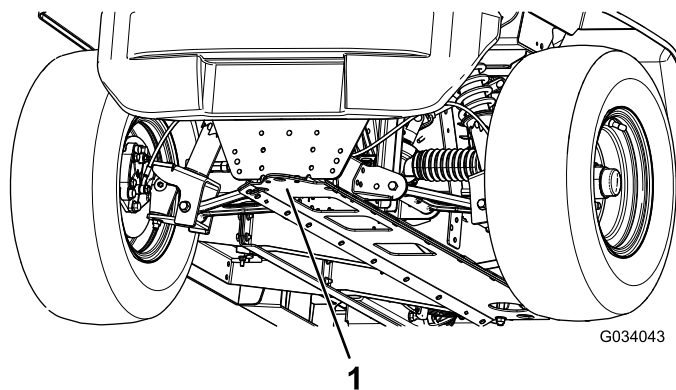

Рисунок 23
- Точка подъема в передней части автомобиля находится в передней части рамы позади сцепного устройства для буксировки (Рисунок 23).